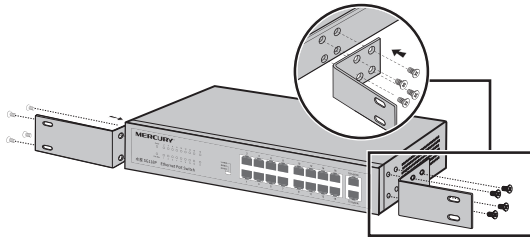

图3-2 交换机L型支架
2. 使用配件中提供的螺钉将两个L型支架分别固定安装在交换机面板的两侧, 如图3.2所示。